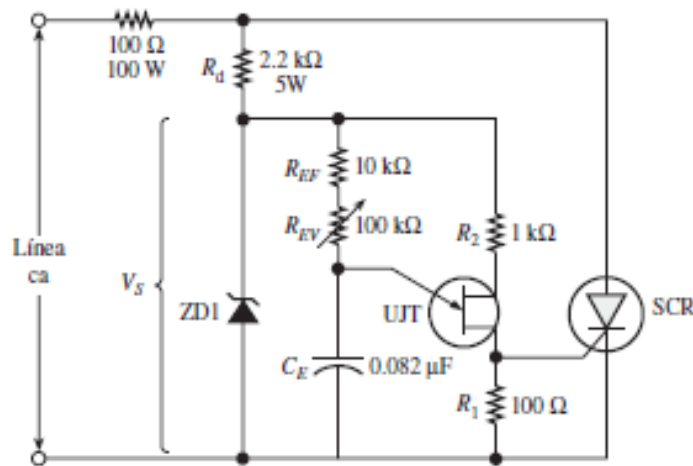

Figura 02. Circuito de control de fase.
**5.2 Circuito de control de fase.**- Simular el circuito de la figura 02 en Proteus, armar el circuito en protoboard, verificar la forma de onda de entrada, de salida en la carga, en el condensador Ce, y en el Gate del SCR.